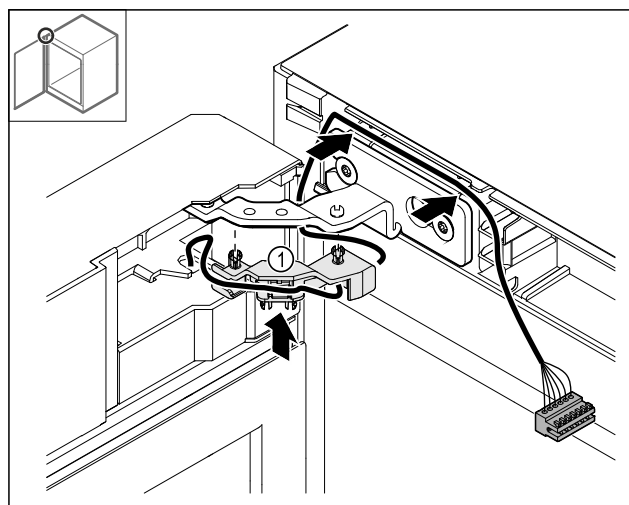

Fig. 49
- Притисніть кабельний тримач так, Fig. 49 (1) щоб він увійшов у шарнір.